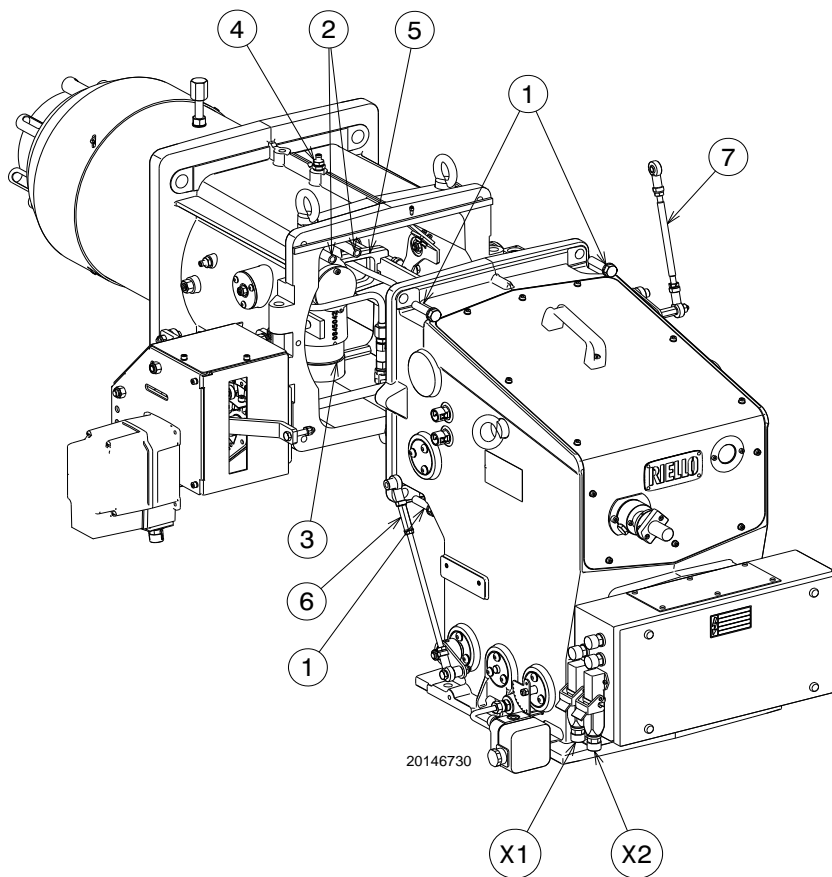

Fig. 16
- Sganciare il tirante 6)(Fig. 16) della leva movimento testa, togliendo il dado.